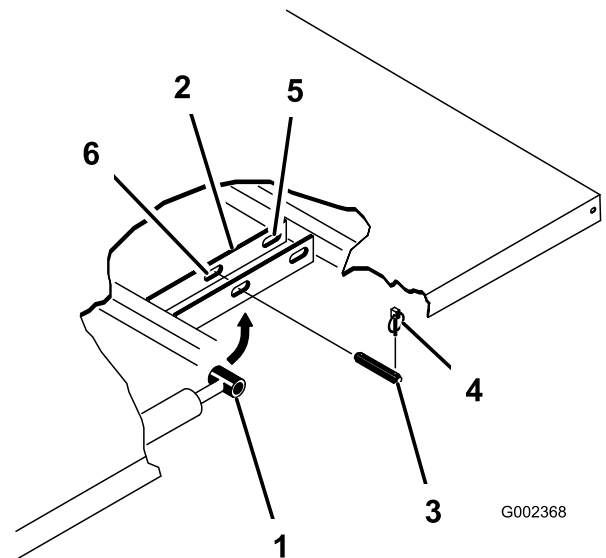

Figura 3
4. Rimuovete le coppiglie ad anello dalle estremità esterne dei perni con testa dell'asta del cilindro (Figura 3).
5. Rimuovete i perni con testa che fissano le estremità dell'asta del cilindro alle piastre di fissaggio del pianale, premendoli verso la linea centrale della macchina (Figura 3).